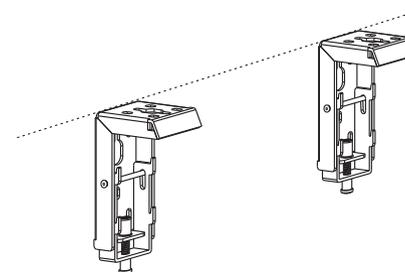

Figure 1
2. Installez les supports sur le mur en faisant attention à ce qu'il soit horizontal. (Astuces: dessinez une ligne horizontale effaçable lorsque vous installez les supports) (Figure 1). Vous trouverez ci-dessous les détails: